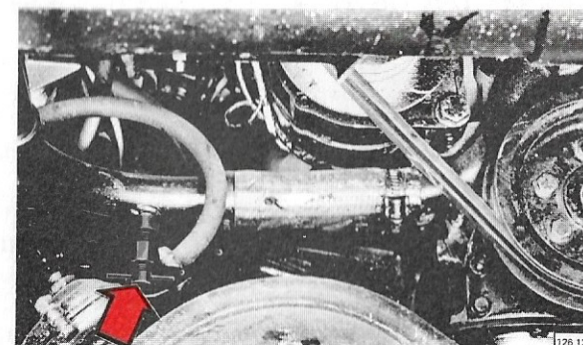

Bild 146. Kran i nedre kylarslang
6. Tappa ur resterande kylvätska genom att öppna kranen i nedre kylarslangen, bild 146.